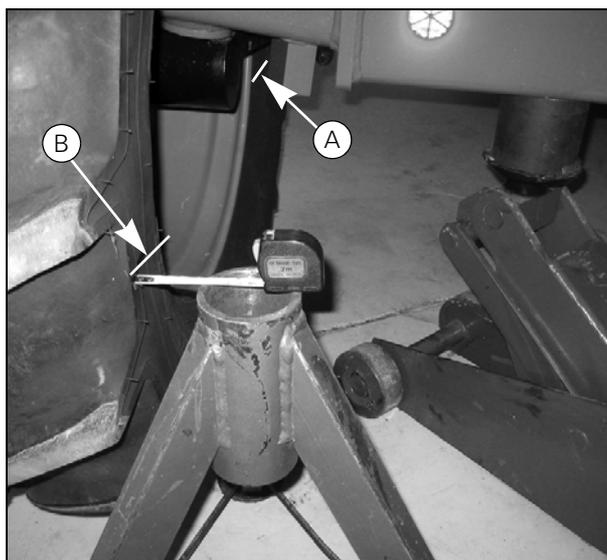

Рисунок 81
Примечание: Перед выполнением измерений убедитесь, что колеса сбалансированы. Приподнимите каждое колесо над землей и измерьте биение вдоль всей окружности. Отметьте две точки (A) и (B), расположенные через 180° друг от друга, с устраненным биением (Рис. 81). Опустите колесо так, чтобы метки были расположены горизонтально.